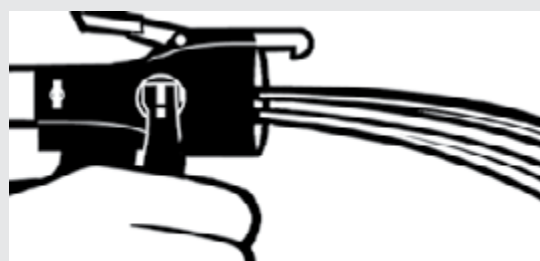

Figure 4.
4. Purger le système dans un contenant à déchet en activant le déclencheur du Distributeur Insta-Flo^{MC}. Lorsque les jets sont égaux, relâcher le déclencheur, nettoyer les traces de produit chimique de la face du distributeur avec un chiffon propre et appliquer une nouvelle couche de gelée de pétrole. (Voir figure 4)